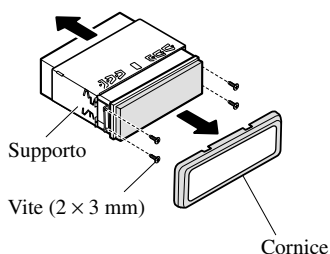

Fig. 14
- **Rimuovere la cornice ed il contenitore di supporto.** (Fig. 14)